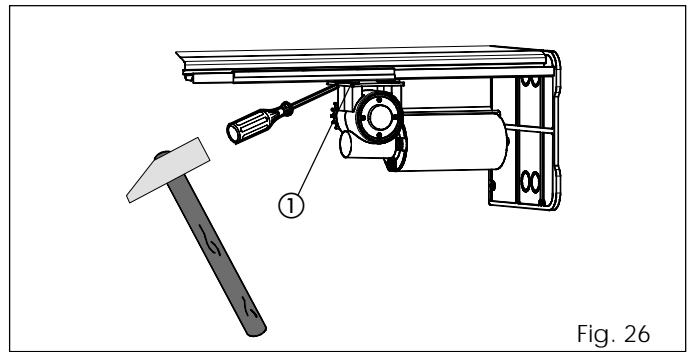

Fig. 26
- Afloje ligeramente los cuatro tornillos de fijación (fig. 26 ref. ①) del segundo motor.
- Empuje el grupo motor hacia el exterior con la ayuda de un martillo, como se indica en la fig. 26.